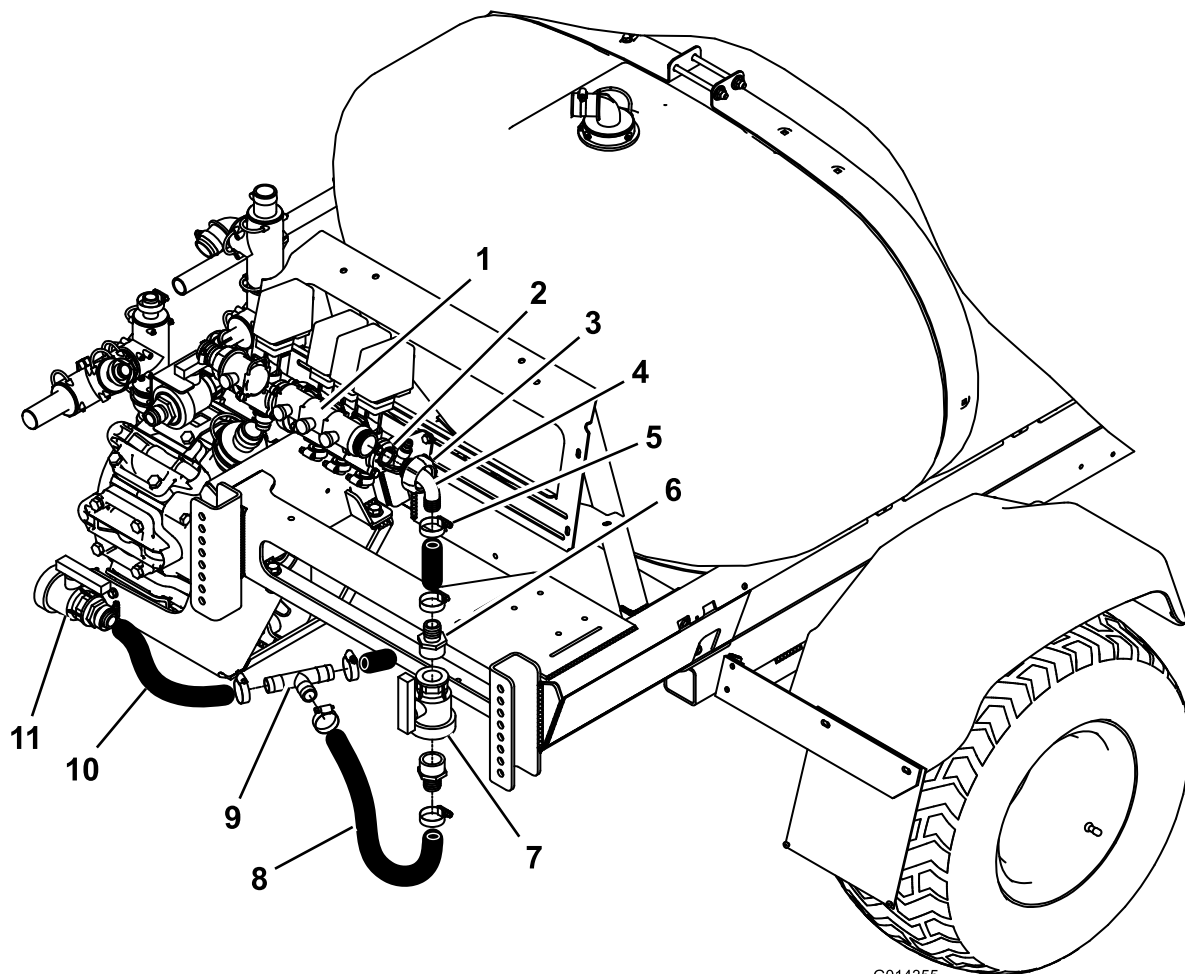

図 3
4. 90度エルボのフランジ付き端部にOリングを取り付け、エルボをバランシング・バルブ・アセンブリの右側に取り付ける (図 3)。
6. 車体下にあるドレン・ホースを探し出し、このホースを、ドレン・バルブから 61 cm のところで切断する (図 3)。
7. ホースの各端にホース・クランプを取り付け、ホースとホースをホースバーブ T字フィッティングで接続する (図 3)。
9. 攪拌バイパス・ホース (図 3) を、エルボ・フィッティングから 5~7 cm のところで切断する。
10. T 部からエルボ部へ攪拌バイパス・ホースを取り付ける (図 3)。
12. ボール・バルブ (1個) と、ストレート・バーブ・フィッティング (2個) と、ホース・クランプ (2個) を 図 3 のように入れる。
13. ボール・バルブと、ストレート・バーブ・フィッティングを、ホース・クランプで固定する (図 3)。